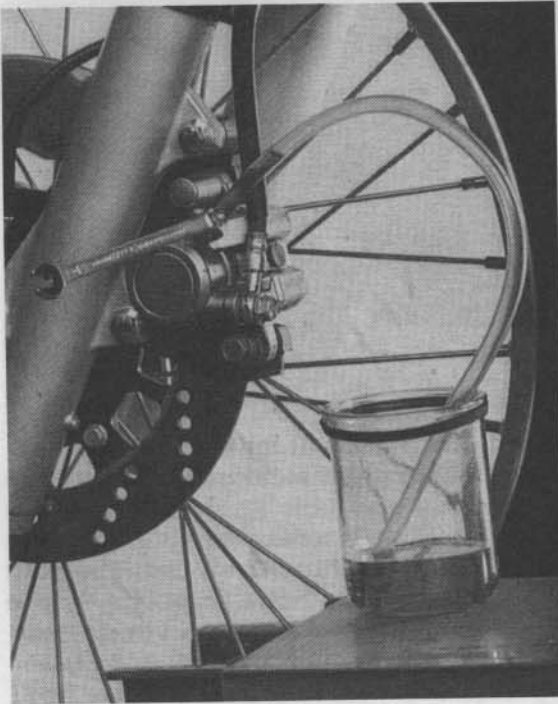

Bild 36
- Belagstärke der Scheibenbremsen regelmäßig kontrollieren. Am Vorderrad von schräg vorn Nutstärke des Belags kontrollieren, hinten Gummiverschluss-Stopfen abnehmen (Bild 36) und
Belagstärke kontrollieren. Klötze austauschen, wenn Belagstärke die Markierung erreicht hat (Verschleissgrenze vorn: 1 mm; hinten: 0,8 mm; Bild 36).